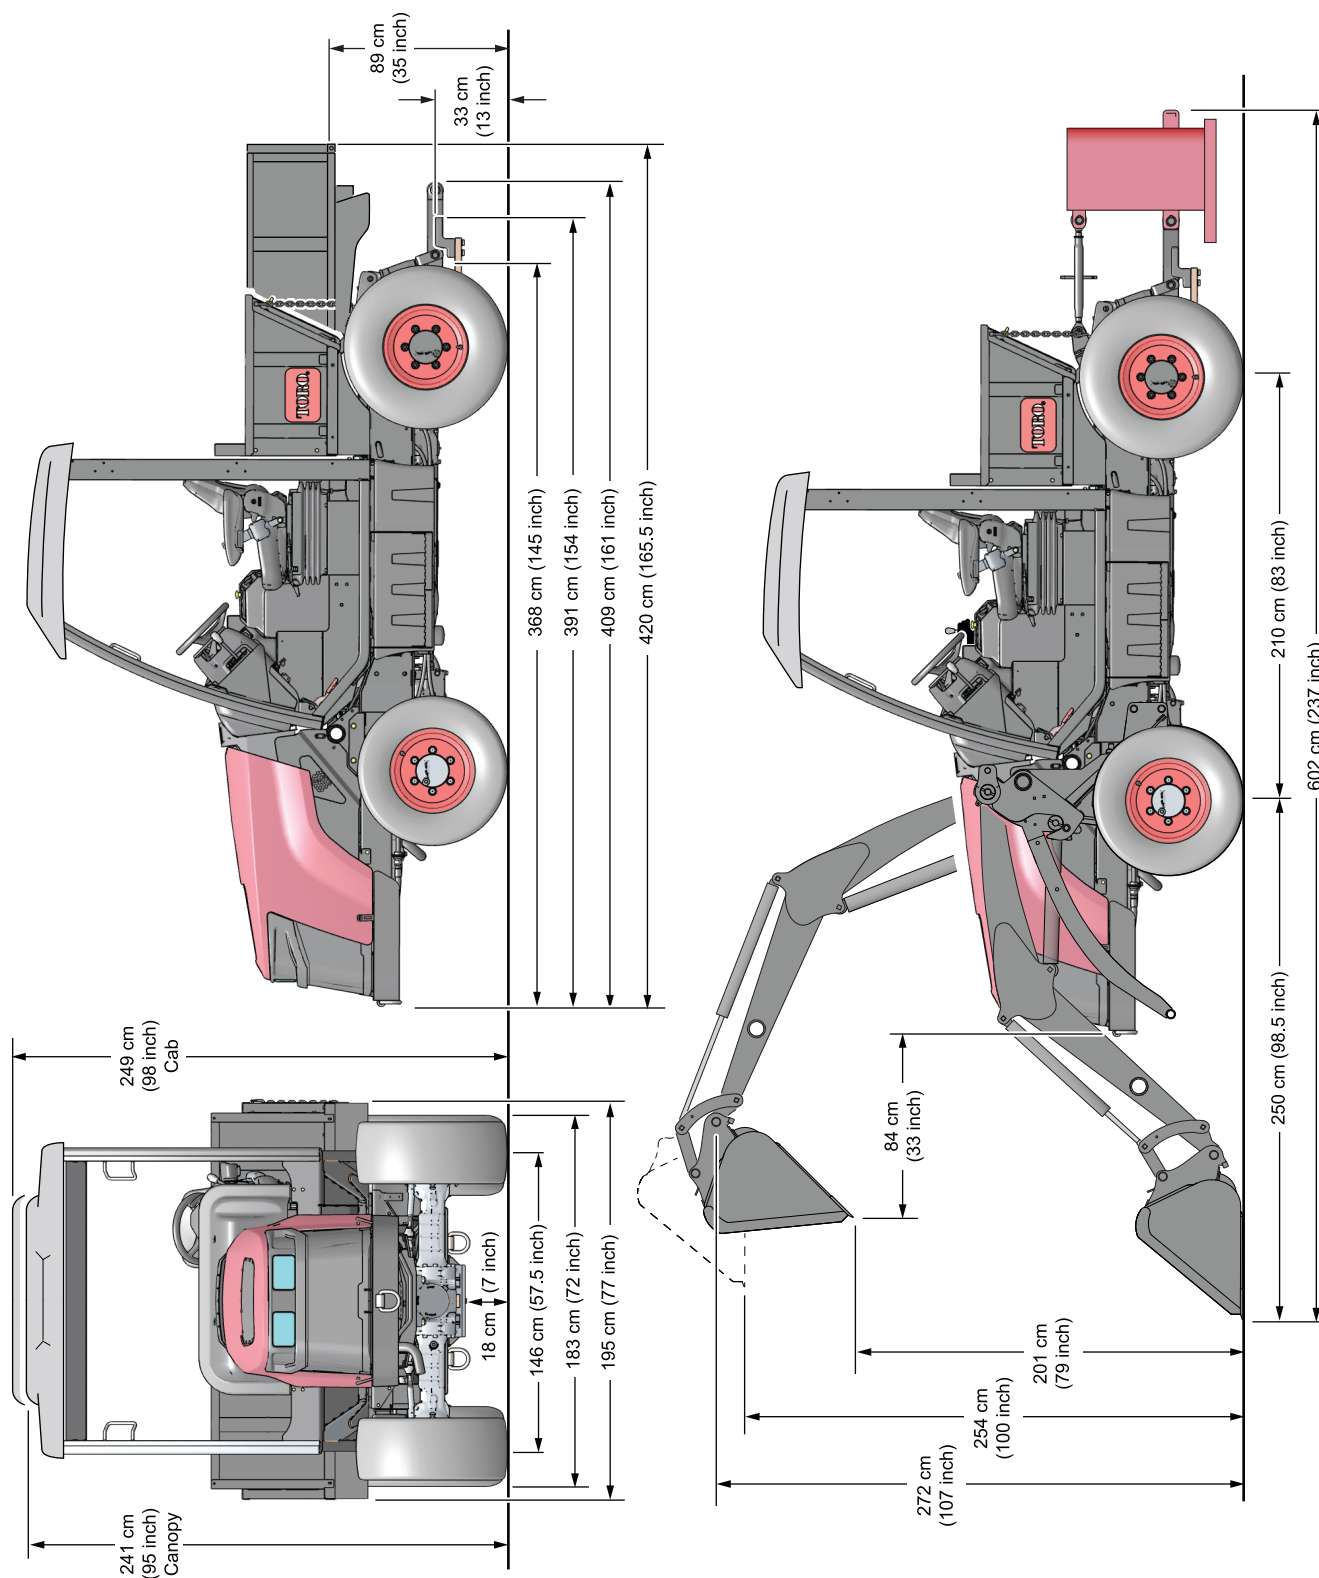

Figura 16
- Consulte a Figura 16 para obter as dimensões totais da máquina.